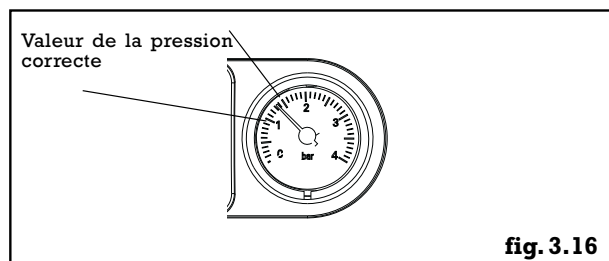

fig. 3.16
- ouvrir le robinet du disconnecteur (**P**) en le tournant en sens inverse des aiguilles d'une montre jusqu'à ce que la pression indiquée par le manomètre atteigne 1 à 1,5 bar (**fig.3.16**)